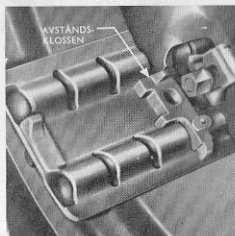

Fig. 32.
- »Kör» hjulet in mot klotsen. Fig. 32.